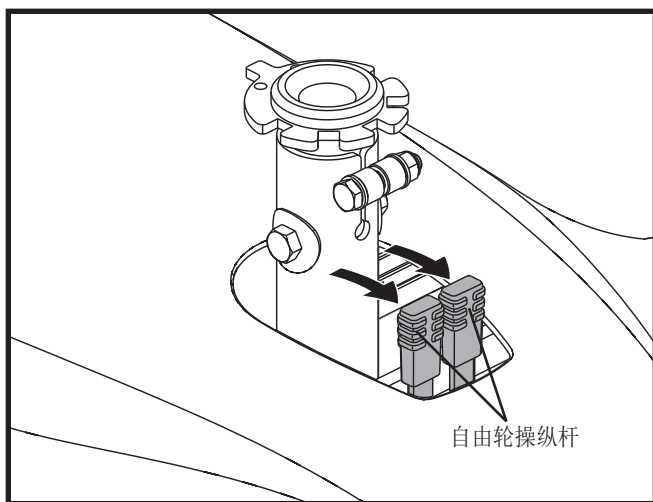

图4 驱动模式（使用驱动模式）
2. 将两操纵杆向前推离座杆之后使用驱动电动机（使其处于驱动模式）。见图4。
2. 确保电动轮椅处于驱动模式。见图4。